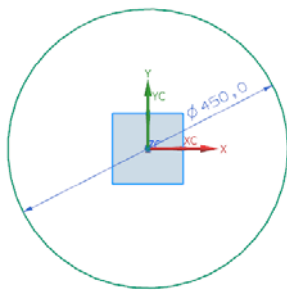

图 4-17 绘制草图
(3) 选择 XC-YC 平面为草图绘制面，设置“水平”面为参考平面，单击“< 确定 >”按钮，进入草图绘制环境，绘制如图 4-17 所示的草图。